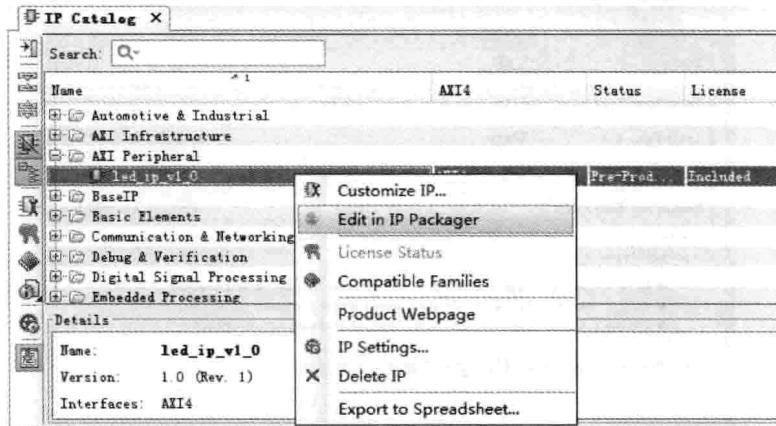

图 4.61 打开 IP 封装器入口
- (19) 单击 Next 按钮。
- (20) 出现 Create And Package New IP-Begin Peripheral Creation 对话框界面。在该界面中,选中 Add IP to Catalog and open IP in editing session 前面的复选框。
- (21) 单击 Finish 按钮。
- (22) 如图 4.61 所示,在 IP 列表中,找到并展开 AXI Peripheral。在展开项中,找到并选择 led\_ip\_v1\_0。单击右键,出现浮动菜单。在浮动菜单内,选择 Edit in IP Packager